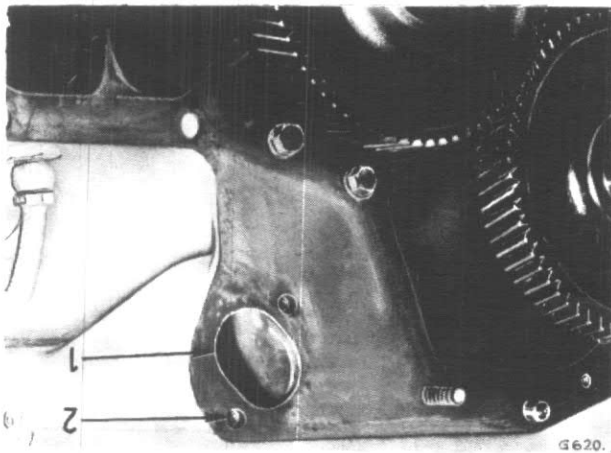
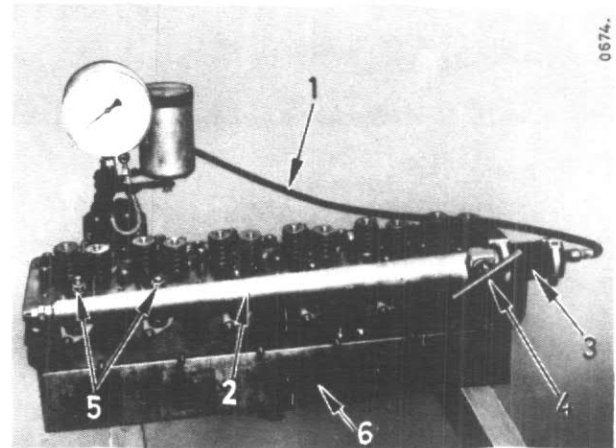

Figure 37a
Figure 37b
Rendez étanche l'orifice (1) fig. 37a, à l'aide d'un joint et d'un couvercle qui convient. Branchez le flexible d'une pompe appropriée sur le collecteur d'eau à la place du flexible (3), fig. 37b. Pompez l'eau à une pression de 2 bars en ajoutant de préférence un produit anti-corrosif. Vérifiez les fuites au niveau des joints toriques inférieurs des chemises de cylindre, des tuyauteries d'eau, des douilles d'injecteur etc..
Ce contrôle est plus facile à faire sur un bloc comme le représente la fig. 37b, si on dispose de ces dispositifs. Disposez la culasse sur le bloc de la même façon que pour le bloc-moteur. Dans ce cas, le bloc doit être à niveau à 0,05 mm.